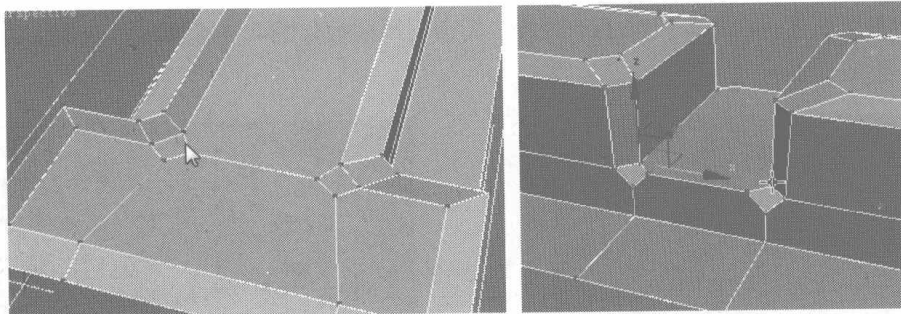
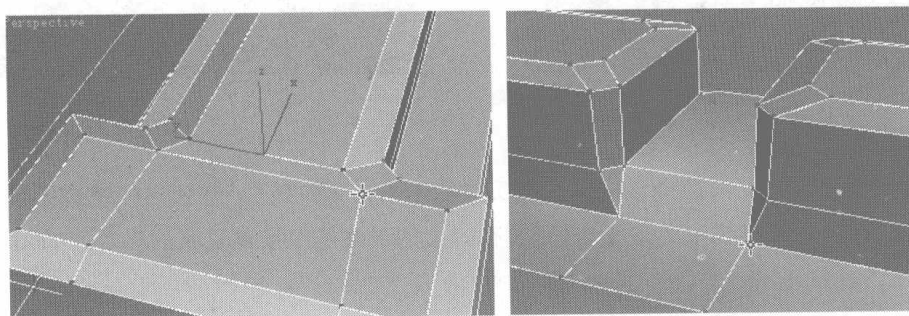

图 6.438
图 6.439
- 53 切换为节点编辑，选择如图 6.438 所示的两个节点，单击右键，在弹出的快捷菜单中选择 Connect 命令，为节点之间添加一条细分线；在 Edit Vertices 卷展栏中单击 Target Weld 按钮，在视图图中将倒角后多余的节点进行焊接，如图 6.439 所示。